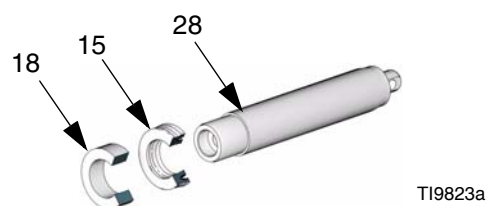

Рис. 1: Ориентация П-образной манжеты
1. Установите шток поршня и уплотнение (15); убедитесь в том, что П-образная уплотнительная манжета направлена в сторону штока поршня (28), как показано на Рис. 1.